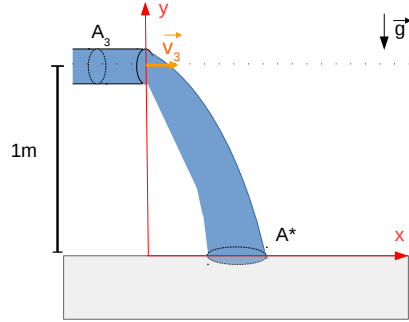

Figure 3: Esquema de la caída de agua y sistema de coordenadas.
d) Para dar respuesta a este ítem debemos plantear un problema de cinemática simple, pensando en un elemento de fluido (pequeño volumen de fluido) desde el instante en que sale del tubo al exterior hasta que toca el suelo. Ubicando un sistema de coordenadas cartesianas de modo tal que el eje  $\hat{y}$  crezca en el sentido contrario a la aceleración de la gravedad y el eje  $\hat{x}$  transversal a éste (ver Fig.3), podemos ver que el líquido sale del tubo con velocidad  $\vec{v}_3 = (v_3, 0)$ . Tocaré el piso 1 m más abajo con una velocidad que llamaremos  $\vec{v}^*$  y que queremos conocer.